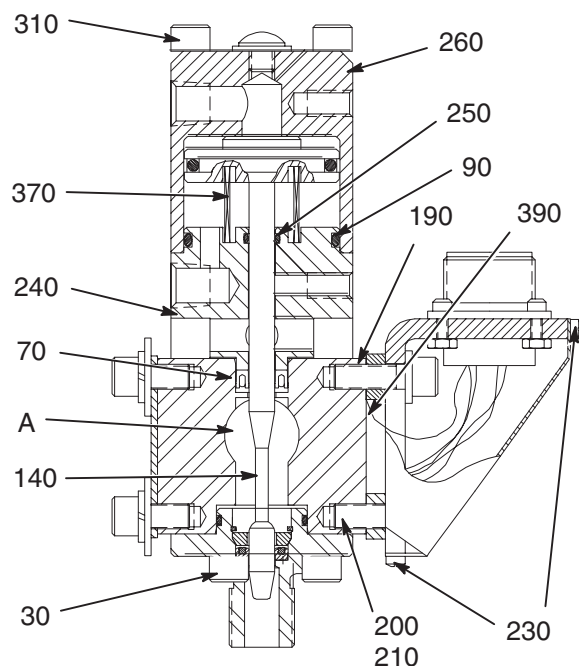
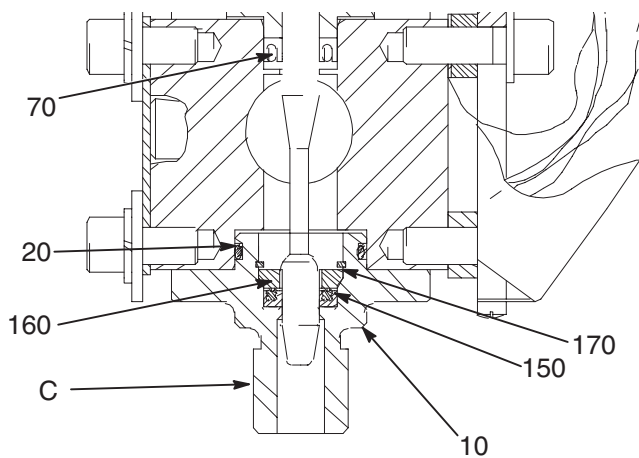
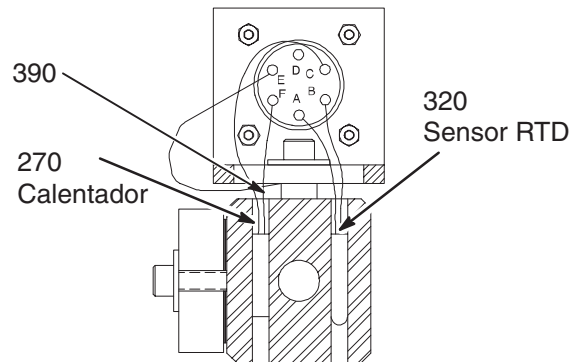

Fig. 8 **Válvula "Snuff-Back" representada**
Fig. 9 **Válvula "Snuff-Back" representada**
Fig. 14 **6 clavijas, 120 Voltios representado**
- a. Retire los dos tornillos (230) de la tapa del conector, y después retire la tapa del conector.
- b. Retire los dos tornillos de cabeza hueca [Fig. 8, ítem (200)], las dos arandelas (210), y separe cuidadosamente el receptáculo y el anillo de conexión a tierra (390) del cuerpo de la válvula dispensadora. El cartucho calentador (270) y el sensor (320) saldrán del cuerpo de la válvula dispensadora (Fig. 14).
4. Retire los cuatro tornillos de cabeza hueca (310) y saque la tapa del cilindro (260) y la base del cilindro (240) del cuerpo de la válvula dispensadora (190). La aguja y el pistón permanecerán con la tapa y la base.
6. Retire la aguja de la tapa o de la base (dependiendo de la pieza con que permaneció unida). Cuando la aguja se separe de la base, caerá el muelle de cierre (370).
7. Usando un extractor de juntas tóricas, retire el sello del cuerpo de la válvula (70).
8. Desarme el conjunto del adaptador (Fig. 9):
- a. Desenrosque el adaptador de la boquilla (C).
- b. Retire los tres tornillos de cabeza hueca (30, en la Fig. 8).
- c. Retire el adaptador de asiento (10). Contiene los asientos que sirven de base a las válvulas.
- d. Retire el anillo de retención (170) del asiento adaptador (Fig. 9). No en pistolas con sello de base.
- e. Retire el sello (150) y el espaciador (160) del asiento adaptador (Fig. 9). No en pistolas con sello de base.
- f. Retire la junta tórica (20) del asiento adaptador.
2. Rearme el conjunto del adaptador (Fig. 9):
- b. Lubrique y vuelva a colocar la junta (150) y el espaciador (160). Asegúrese de que el excitador del sello está dirigido hacia el lado en que el producto hace presión.
- c. Vuelva a colocar el anillo de retención (170).
- d. Vuelva a colocar el retén del asiento (10).
- e. Introduzca y apriete los tres tornillos (30, en la Fig. 8).
- f. Enrosque el adaptador de la boquilla (C).
3. Lubrique y después vuelva a colocar el sello del cuerpo de la válvula dispensadora (70). Asegúrese de que el excitador del sello está dirigido hacia el lado de presión del producto.
- a. Retire los dos tornillos de la tapa del conector [Fig. 8, ítem (230)] y después retire la tapa del receptáculo.
- b. Suelde los cables al conector apropiado (Fig. 14) para el conector con 6 clavijas. Para los conjuntos con ocho clavijas Therm-O-Flow, la retirada e instalación de los calentadores y el RTD requiere una herramienta de extracción de clavijas, nuevas clavijas y una herramienta para engastarlos. Estas herramientas cumplen las especificaciones MIL-C-22520 [Ref. Daniels AF8 (herramienta engastadora) o equivalente, disponible en cualquier tienda de artículos eléctricos.